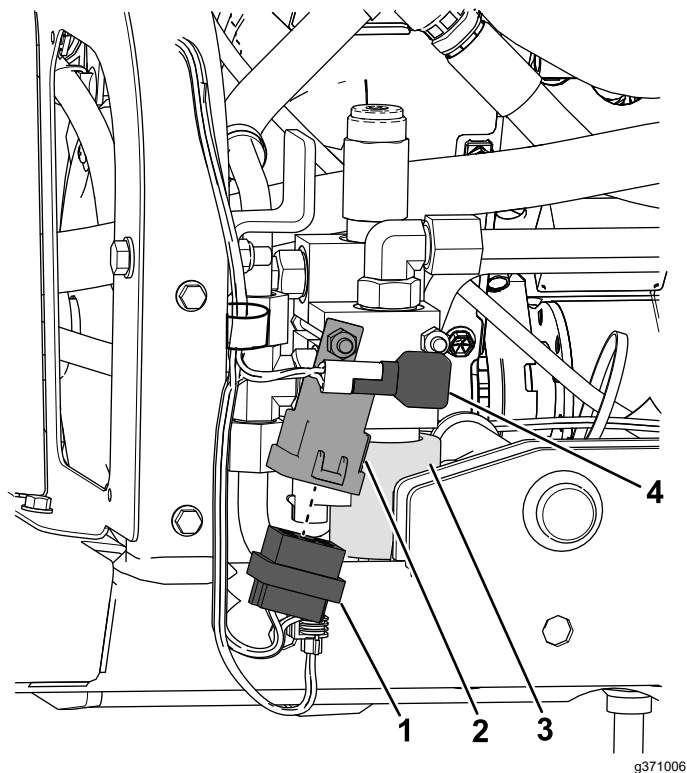

図 35
8. バルブの隣に取り付けたリレーにコネクタを接続する 図 35。
9. 新しいバルブに小さいコネクタを接続する 図 35。